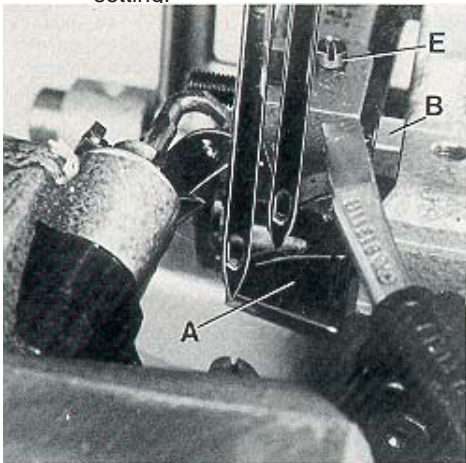

Fig.16
When the needle guard (A, Fig. 16) is in its most forward end position, its guarding surfaces should just contact the back of the needles without deflecting them.
After loosening screw (B, Fig. 16) needle guard (A) can be moved accordingly to the front or to the rear. Retighten screw.
Quando el guarda agujas (A, Fig. 16) alcanza su posición extrema, la superficie de protección debe contactar la parte trasera de las agujas, pero sin tocarla.
Luego de aflojar el tornillo (B, Fig. 16) el guarda agujas (A) puede ser movido hacia adelante o atrás como sea necesario. Apriete de nuevo el tornillo.
Adjust the supporting screw (E, Fig. 16) in the feed bar to the required height and assemble the feed dog.
Apriete el tornillo de soporte (E, Fig. 16) en la barra alimentadora a la altura requerida e instale el diente alimentador.